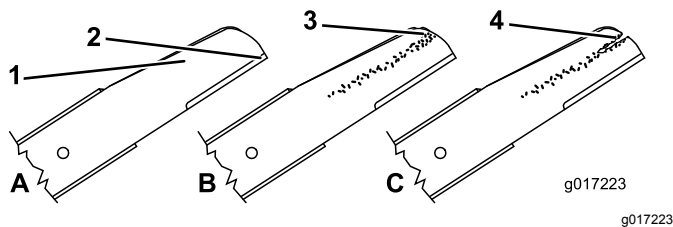

Figure 41
1. Examinez le tranchant des lames (Figure 41). Si elles sont émoussées ou présentent des indentations, déposez les lames et affûtez-les ou remplacez-les.
2. Inspectez les lames, et plus particulièrement l'ailette (Figure 41). Remplacez immédiatement toute lame endommagée, usée ou qui présente une entaille.